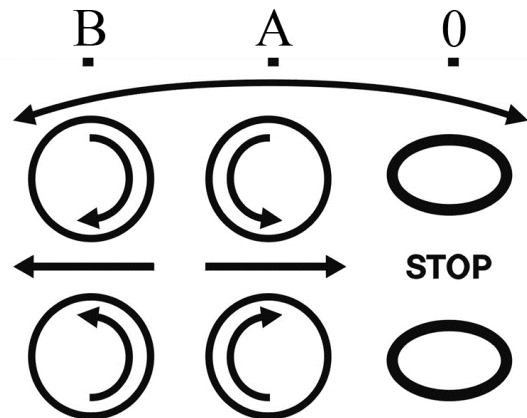

Abbildung 9 Anweisungen für den Bedienungsbügel
- **BEI GEFAHR: DEN BEDIENUNGSBÜGEL IN DIE NEUTRALSTELLUNG BRINGEN (Siehe Abbildung 9)**
Der Bedienungsbügel muss sich während des Startens in der Stopstellung (0) befinden (Siehe Abbildung 9). Nach dem Starten wird der Bedienungsbügel in die mittlere Stellung (A) gezogen, und die Walzen drehen sich. Das Material wird nun in die Maschine gezogen.